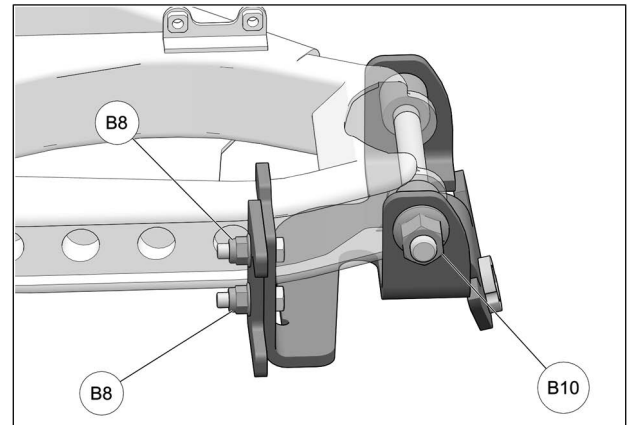

Fig. 14
15. Serrer l'écrou M14 (B10) à un couple de 95 Nm [70 lb•pi]. Serrer ensuite les écrous M8 (B8) à un couple de 25 Nm [18 lb•pi]. Fig. 14